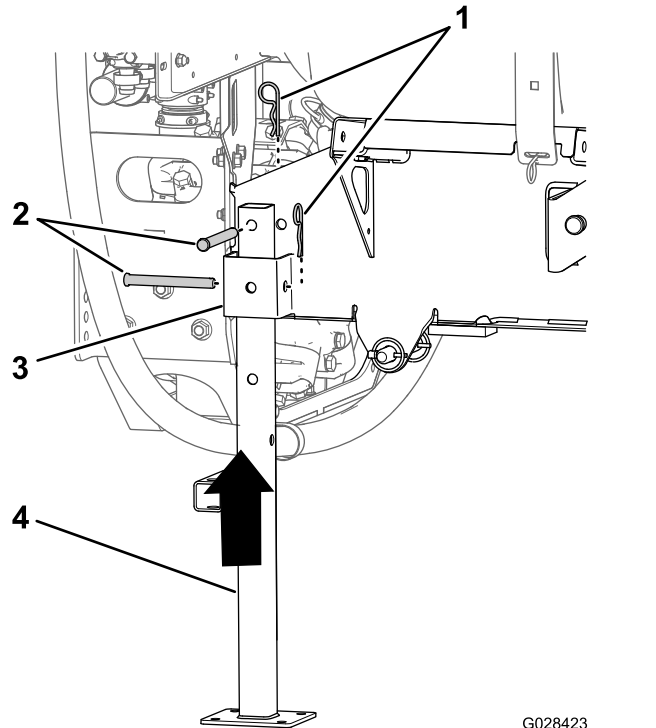

Figura 136
- Alinee la pata de apoyo trasera con el receptor de la pata de apoyo trasera (Figura 136).
- Alinee el orificio de la parte superior de la pata de apoyo con el orificio del bastidor del patín del depósito (Figura 136).
- Sujete la pata de apoyo al receptor y al bastidor con dos pasadores ($\frac{1}{2}$ " x $4\frac{1}{2}$ ") y dos chavetas ($\frac{5}{32}$ " x $2\frac{5}{8}$ "), como se muestra en la Figura 136.